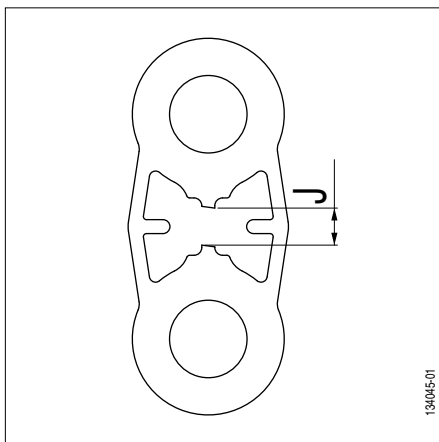
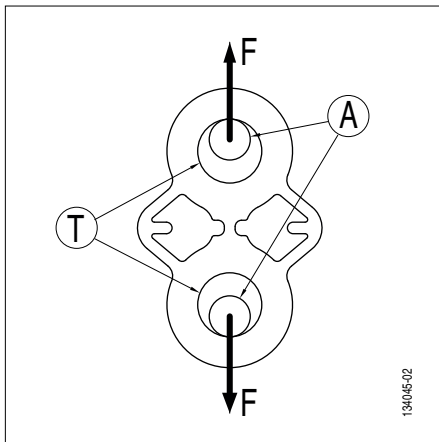
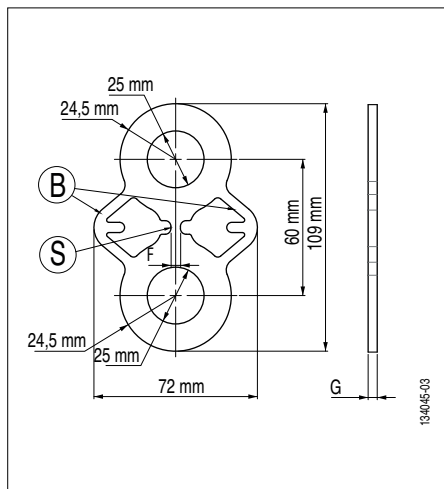

Fig. 1
Fig. 2
Fig. 3
La charge de test est atteinte par la rupture de la section centrale de la plaquette (fig. 3 page 4, repère S). Une paire de bras de retenue (fig. 3 page 4, repère B) permet de garantir le maintien de la ligne de mise en charge après rupture de la section indicatrice 'S'.
Une gamme complète des plaquettes de test TA a été développée en vue de tester en traction les points d'ancrage. Les trous d'accrochage (fig. 2, repère T) des plaquettes sont dimensionnés en vue de recevoir des manilles lyre de haute résistance. Les différentes références de plaquettes de test TA sont réalisées en acier inoxydable de même nuance en vue de garantir la rupture de la section (fig. 3, page 4, repère S) avec une précision de +/- 10% par rapport à la charge de rupture CR indiquée sur la plaquette (chapitre "11 Marquages"). Les bras de retenue (fig. 3, page 4, repère B) sont dimensionnés en vue de garantir une résistance mécanique d'au minimum la charge de rupture CR indiquée sur la plaquette.
- Mise en charge de la plaquette de test TA (fig. 2).
- A la charge de rupture CR indiquée sur la plaquette (chapitre "11 Marquages") rupture de la section S (fig. 3, page 4, repère S).
→ Allongement de la plaquette et apparition d'un jeu 'J' entre les deux demi-parties haute et basse de la plaquette de test TA (fig. 1, jeu J).
DANGER : Si l'opérateur remet en charge la plaquette après rupture de la section 'S', il y a risque de rupture des bras de retenue (fig. 3, page 4, repère B) et chute de l'appareil de mise en charge. Le jeu 'J' maximum (fig. 1, jeu J) ne doit pas dépasser 15 mm.